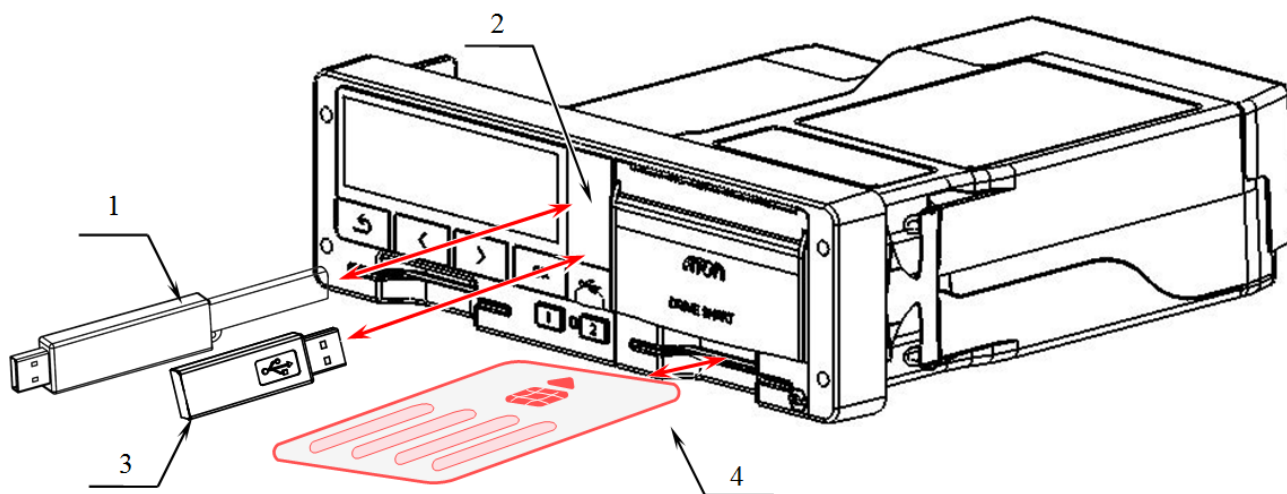

Рисунок 30. Выгрузка данных
- с помощью USB накопителя. Подключение USB накопителя к тахографу производится через USB разъем (см. Рисунок 30. Выгрузка данных). Для выгрузки «Архива карты» необходима сама карта водителя. Для выгрузки «Архив тахографа» должна быть установлена карта предприятия, контролера или мастерской, и введен ее PIN-код. Необходимая навигация по пунктам меню тахографа подробно указана ниже;